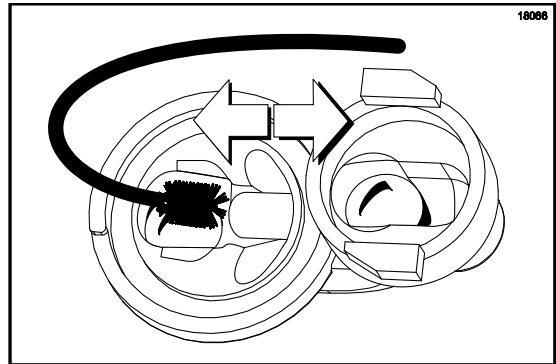

Рисунок 85
7. Двигайте щетку вперед-назад, чтобы очистить этот перепускной канал. Полностью засуньте щетку и вытяните щетку из корпуса клапана. (См. рис. 85)